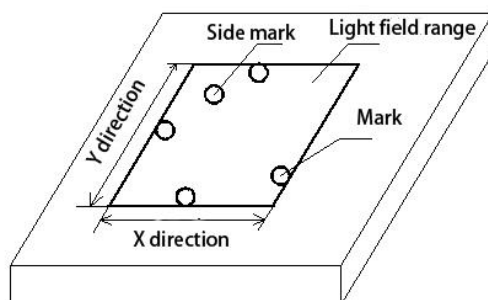

Figura 12.6.3
- Conforme mostrado na **Figura 12.6.3**, ligue a luz do colimador e coloque tiras de chumbo ou objetos de densidade elevada nos limites X e Y do campo luminoso simulado.